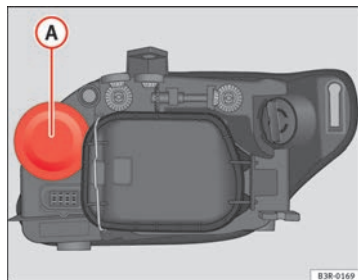

Fig. 206 Abbaglianti
- Rimuovere la copertura di gomma (A) ⇒ fig. 206 tirandola.